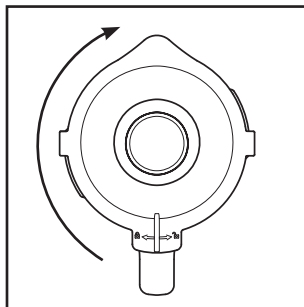

Fig. 2
- 4) Appuyez à nouveau fermement le couvercle **2** sur le bol mixeur **3** de manière décalée. Refermez le couvercle **2** en le tournant dans le sens horaire jusqu'à ce qu'il encrante audiblement en position  (voir fig. 2). Veillez à ce que le bec verseur du bol mixeur **3** soit fermé. Le moteur ne peut démarrer que si le couvercle **2** est posé de manière alignée.